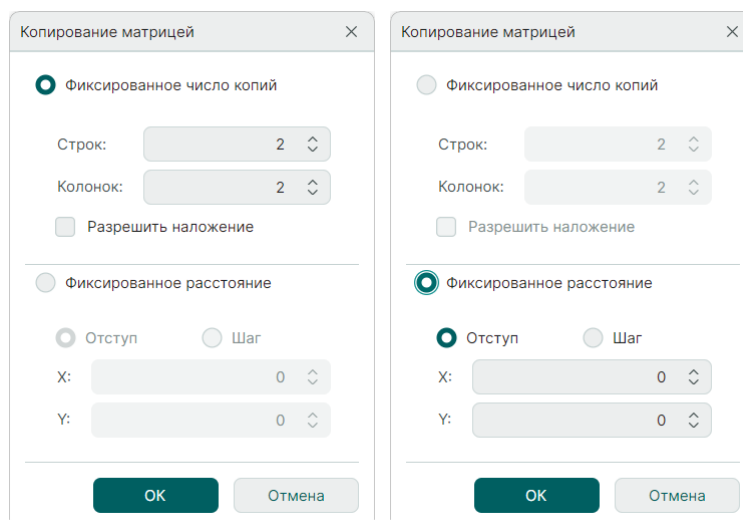

Рис. 217 Настройка параметров при копировании объектов матрицей
- Установите необходимые параметры копирования в появившемся окне «Копирование матрицей» см. Рис. 217: